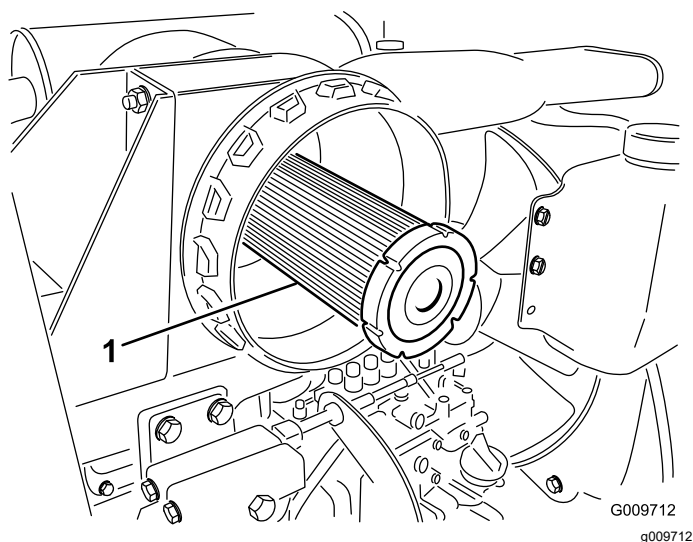

Рисунок 84
**Внимание:** Никогда не пытайтесь очистить контрольный фильтр (Рисунок 84). Заменяйте контрольный фильтр после каждого трех обслуживаний фильтра грубой очистки.